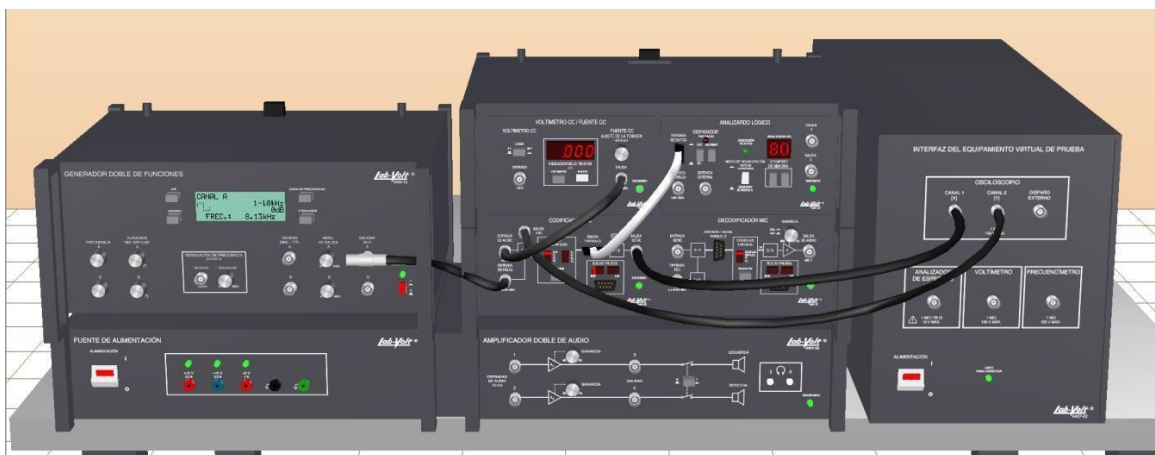

Figura 5.4 Conexiones en software
8. Modificar las conexiones como se muestra en la figura 5.4.